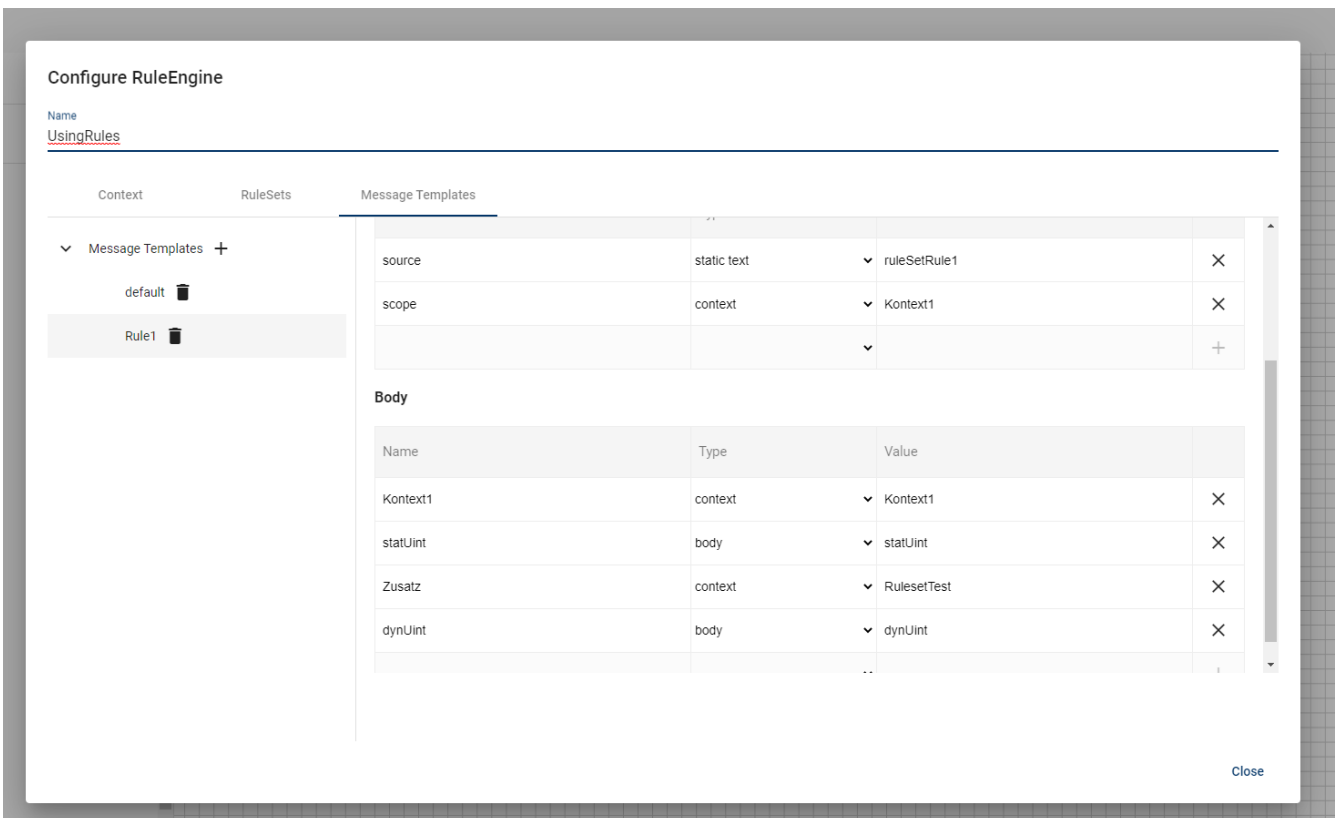

Abbildung 66. Einstellungen in Message Template "Rule1"
- Rule1: Änderung des Inhaltes des Headers von Source mit einer Zeichenfolge und Scope mit dem Inhalt eines Elementes vom Context. Der Body wird mit Werten aus dem ursprünglichen Body - statUint und dynUint – befüllt und mit während der Abarbeitung der Rules generierten Werten – Kontext1 und Zusatz (Abbildung 66).